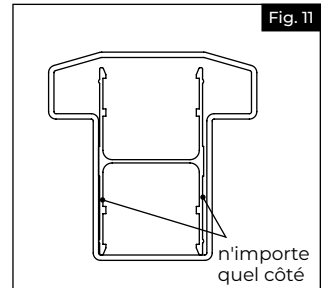

Fig. 11
**NOTE:** Les traverses supérieures de la gamme Finyl sont renforcées par un profilé en H en aluminium. Vérifier l'intérieur de la traverse supérieure avant de l'installer. Si elle a une forme autre que celle d'un « H » majuscule, on doit l'orienter de manière à ce que la partie longue du profilé en aluminium soit orientée vers l'intérieur de la terrasse (Fig. 11).